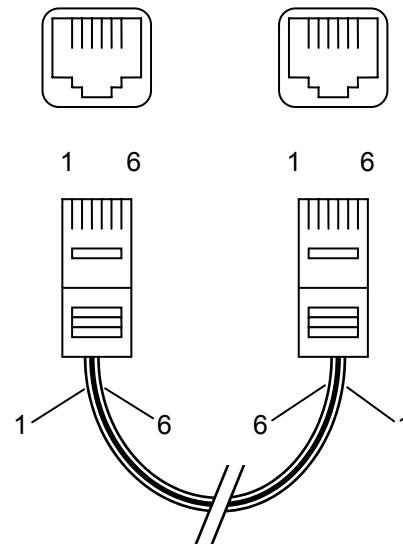

Figure 1: Câble modulaire à 6 fils (fils croisés)
- Deux câbles modulaires de transmission à 6-fils (RJ12, fils croisés ; voir Figure 1) pour raccorder le *System Manager Smart* au convertisseur Mass Sine et au chargeur Mass.